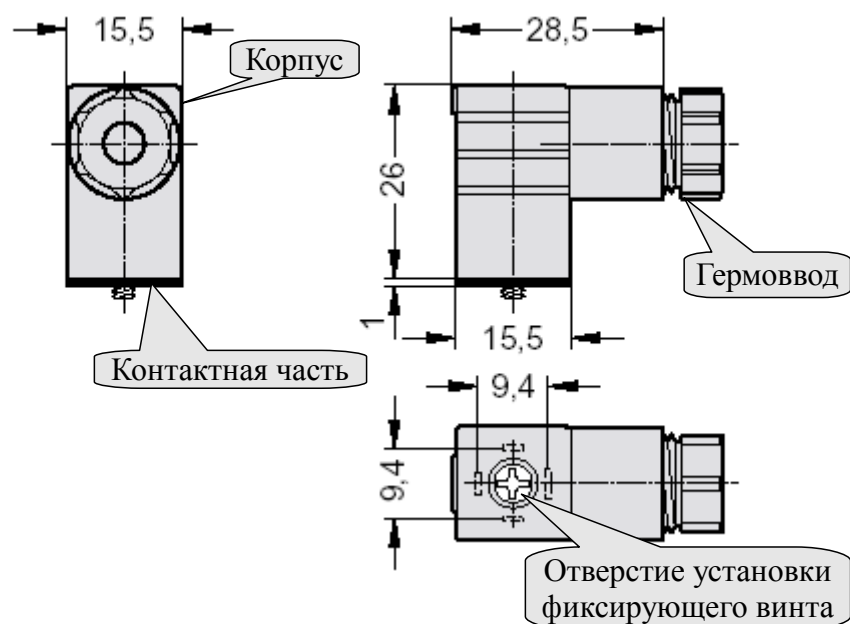
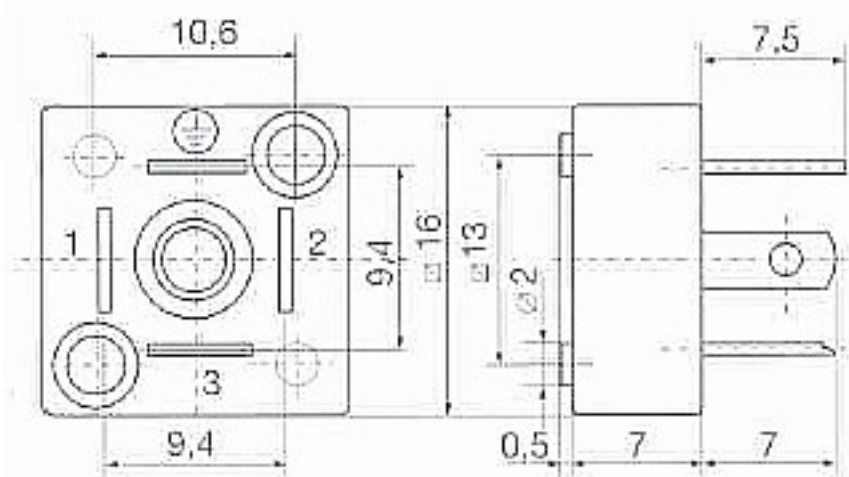

Рисунок 1 - Соединитель электрический DIN 43650
Рисунок 2 - База для соединителя электрического DIN 43650
- Отвернуть и вынуть фиксирующий винт на герметичном электрическом соединителе (Рисунок 1). Снять соединитель с базы (Рисунок 2) и выдвинуть его контактную часть, толкая хвостовик в отверстия установки фиксирующего винта.